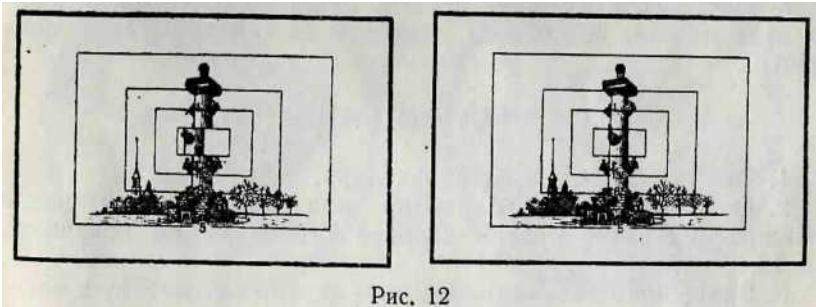

Рис. 12
5. Вращением объектива навести его на резкость и определить границы кадра. Правильная наводка достигается точным совмещением сдвинутого изображения в центре дальномерного поля. На рис. 12 показано поле зрения визира-дальномера до и после наводки на резкость.